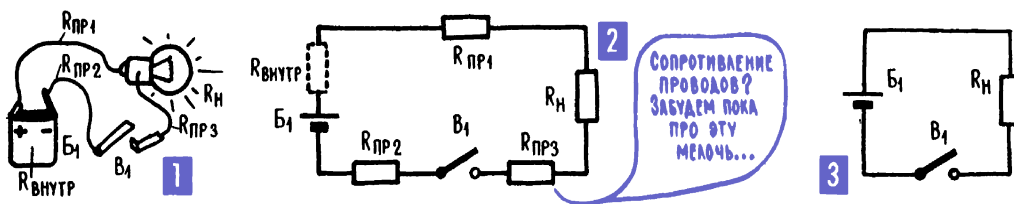

Рис. 4.3. Принципиальная схема электрической цепи
4. Принципиальная схема – чертеж, на котором условными обозначениями показаны элементы электрической цепи и их соединения. До сих пор мы считали, что электрическая цепь состоит всего из двух элементов – генератора и нагрузки. Но чаще всего такого не бывает. Хотя бы потому, что нагрузка несколько удалена от генератора и в цепи появляется еще один элемент – соединительные провода. По этим проводам электроны идут на работу и с работы и, естественно, теряют в проводах некоторую часть своей энергии (рис. 4.3). Иными словами, соединительные провода обладают некоторым сопротивлением, которое входит в общее сопротивление цепи и которое иногда необходимо учитывать. Кроме того, некоторым сопротивлением обладает и сам генератор: внутри генератора, между его электродами тоже идет ток, тоже движутся заряды. Они, как обычно, сталкиваются с атомами среды и, как обычно, теряют какую-то часть энергии. Так что если рисовать полную схему даже самой простой цепи, то в нее нужно включить несколько новых элементов, в которых отражалось бы сопротивление проводов и внутреннее сопротивление генератора.
принятых при составлении принципиальных схем, показаны на рис. 1.1 и 1.2 в главе 1. Элемент, обладающий электрическим сопротивлением, независимо от того, что это за элемент (лампочка, электроплитка, кусок провода), в некоторых случаях на принципиальной схеме изображают в виде небольшого прямоугольника и обозначают латинской буквой R (от слова resistance – сопротивление). Этим как бы хотят сказать: «В данном случае для нас важно, что этот элемент оказывает сопротивление току. И ничего больше». В схеме простейшей электрической цепи на рис. 4.3 должно быть пять таких элементов: R_H – элемент, отображающий нагрузку, $R_{пр1}$, $R_{пр2}$ и $R_{пр3}$ – сопротивление кусков провода, $R_{внутр}$ – внутреннее сопротивление генератора. Если почему-либо сопротивление проводов учитывать не нужно, то элементы $R_{пр}$ не рисуют (рис. 4.3; 3). Но во всех случаях прямые линии, соединяющие на схеме один элемент с другим, принято считать идеальными проводниками, не имеющими никакого сопротивления.
6. Сложная электрическая цепь – система из последовательно и параллельно соединенных элементов. Уже попытка нарисовать реальную схему карманного фонаря приводит к сравнительно сложной цепи из семи последовательно соединенных элементов (рис. 4.3). На практике же приходится иметь дело с цепями более сложными, и значительно более сложными. Что такое, например, телевизор или компьютер? Это тоже электрическая цепь, но состоящая из сотен или тысяч элементов, сложным образом соединенных между собой. Даже простенький карманный плеер представляет собой электрическую цепь, в которой десятки деталей соединены сложным образом и подключены к общему генератору электрической энергии – гальваническому элементу или аккумулятору.